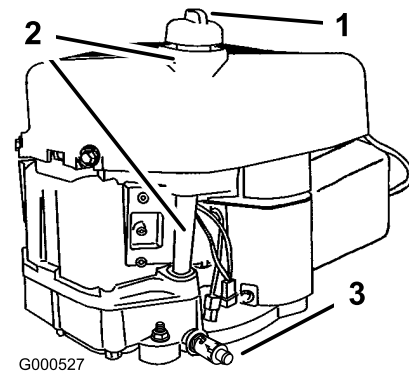

Figure 24
2. Nettoyez la surface autour de la jauge d'huile (Figure 24) pour éviter que des impuretés ne s'introduisent dans le goulot de remplissage, ce qui risquerait d'endommager le moteur.
- Nettoyez la surface autour du bouchon de la jauge d'huile et dévissez le bouchon (Figure 24).
- Versez avec précaution environ 80% de la quantité d'huile spécifiée dans le goulot de remplissage (Figure 24)